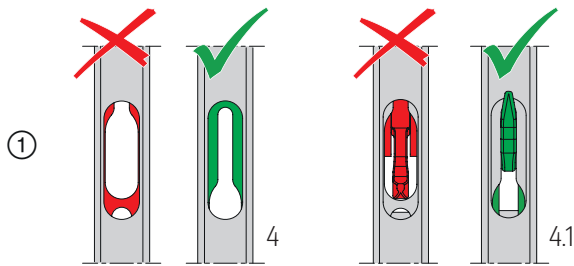

Abb. 64
Hinweis: Die Darstellungen zeigen die Getriebeverlängerung und das Getriebe für Bolzen, die Arbeitsschritte sind für alle Getriebearten gleich. ① Getriebe 4/4.1 in Verschlussstellung (abgesenkte Position) bringen; **Abb. 64.** ② Riegelverbindungsstück von